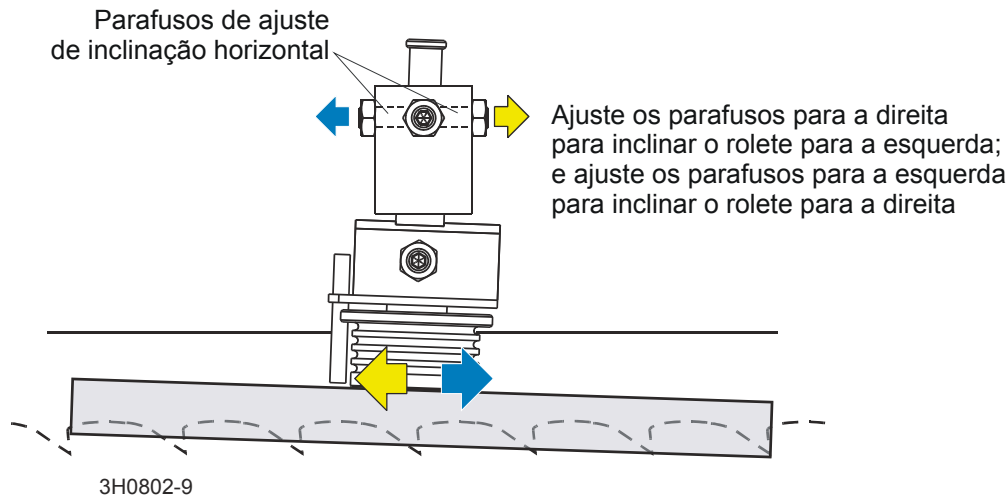

FIGURA 8-6
**Consulte a figura 8-6.** Solte as contraporcas dos parafusos de ajuste da inclinação horizontal. Para inclinar o rolete para a esquerda, solte o parafuso direito e aperte o parafuso esquerdo. Para inclinar o rolete para a direita, solte o parafuso esquerdo e aperte o para-